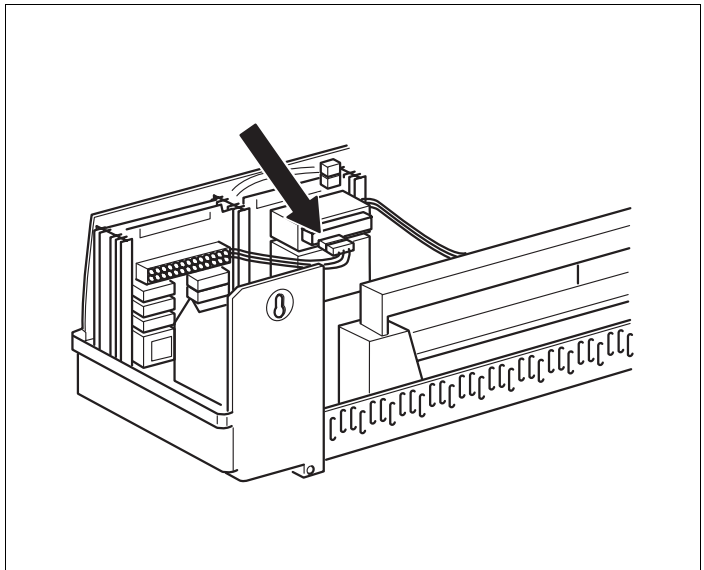

Bild 16 Herstellung der 230-V-Spannungsversorgung
- 230-V-Modulanschlussstecker an der vorgesehenen Position in die Steckerleiste einstecken (für Modulanschluss an Steckplatz 2, → Bild 16).